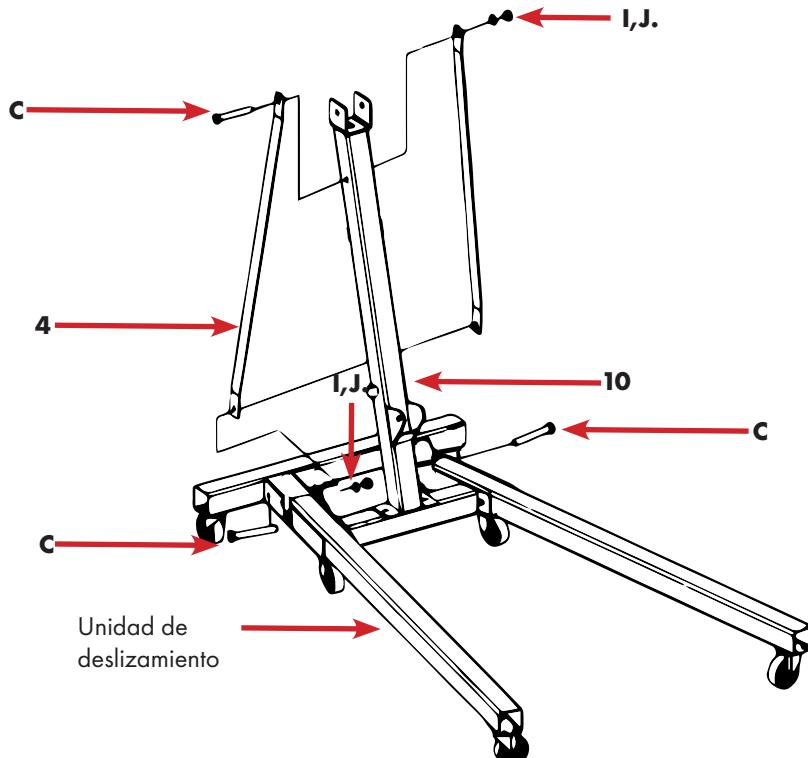

Fig.12
- Instale los soportes con los espárragos M16x110 y las arandelas y tuercas desenroscables, como se muestra en la Fig. 12.